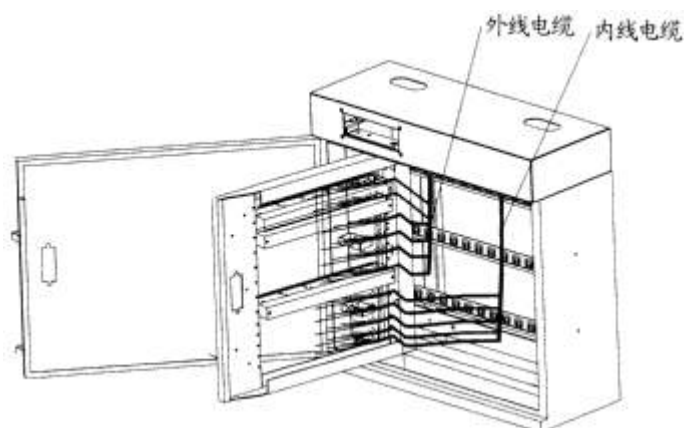

图 12
- 4) 按对应位置，将每一对内外线穿过内外线模块卡线钩内，再由成端面引出，如图12所示；
- 1) 电缆的开剥见图12，外线按100对线分把，其间用胶布缠绕加以保护；
- 3) 把开剥好的内外线电缆依次绑扎到中间过线环和绑线条上，如图12所示；